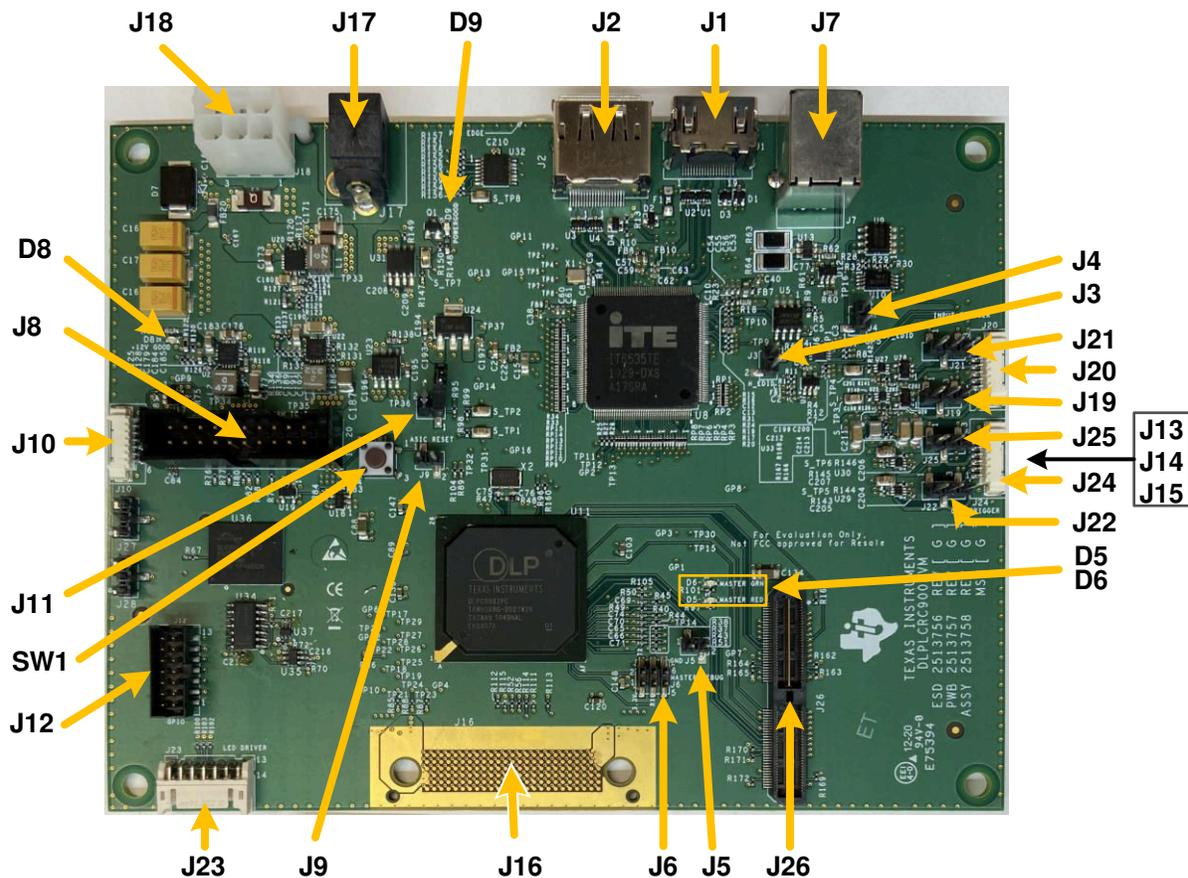

図 4-3. DLP LightCrafter シングル DLPC900 EVM のコネクタ (上面図)
スイッチおよびコネクタと、それぞれの位置を 図 4-3 に示します。
- 12V DC 電源を 図 4-3 の電源コネクタ J17 に接続します。
- 図 4-3 に示すように、PC と、DLP LightCrafter シングル DLPC900 EVM のコネクタ J7 との間に、USB ケーブルを接続します。PC にケーブルを初めて接続するとき、DLP LightCrafter シングル DLPC900 EVM は、ヒューマン インターフェイス デバイス (HID) クラスの USB 複合デバイスとして表示されます。これらのデバイスは Windows オペレーティング システムでネイティブに扱われるため、ドライバは必要ありません。